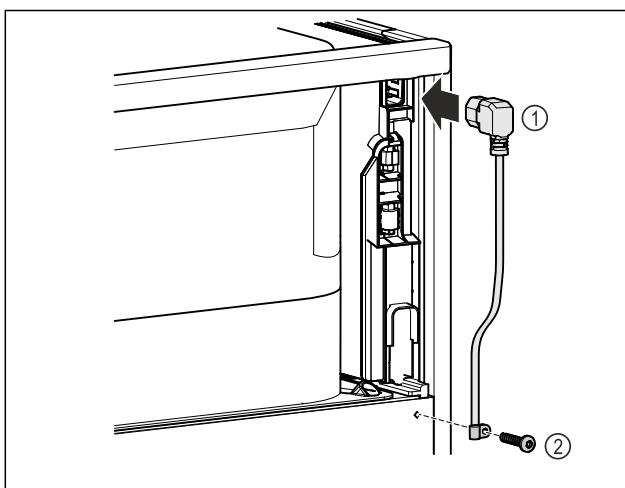

Fig. 11
- Ievietojiet tīkla pieslēguma vada vājstrāvas ierīces ligzdu Fig. 11 (1) ierīces aizmugurē.
- Uzstādīet nostipuma atslogošanas palīgierīci. Fig. 11 (2)